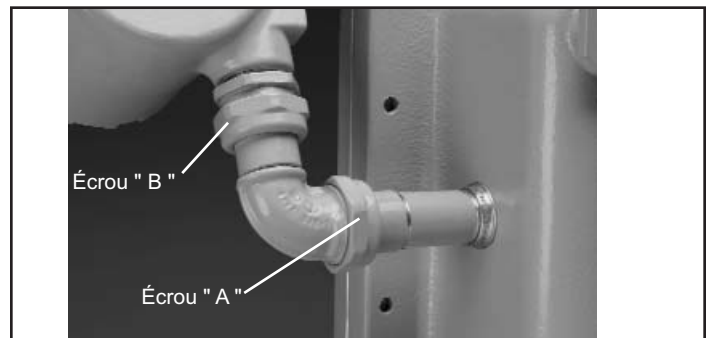

Figure 2. Luminaire EVLA
5. Régler l'éclairage de sécurité EVLA12 dans la direction voulue pour illuminer le secteur en question et le verrouiller en position avec une clé à fourche de 1-5/8 po. Serrer à un couple de 58 lb-pi. Consulter la figure 2.